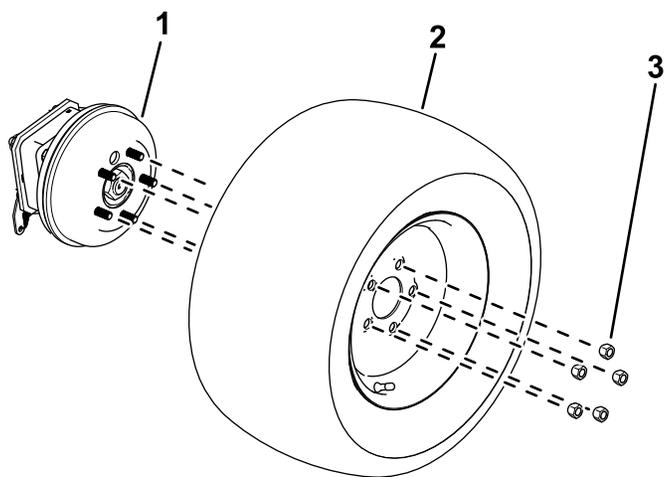

図 12
1. ホイールラグナットをゆるめて外す 図 12。
2. 各ホイールハブから車輪を取り外す 図 12。
1. 先ほど外したラグナットを使って、タイヤをホイールハブに固定する図 12。